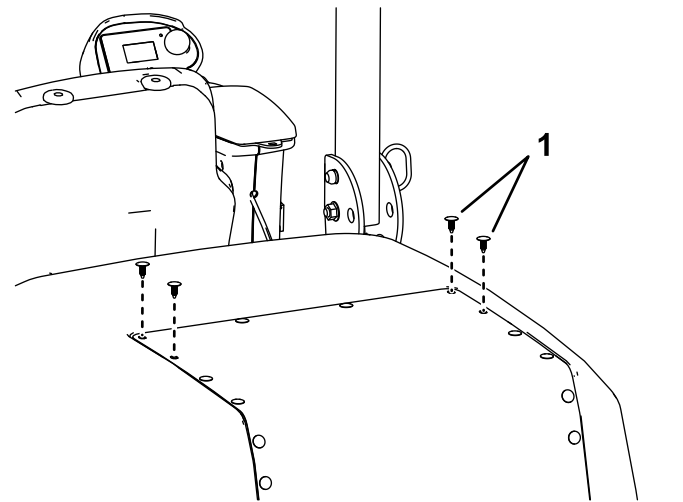

Figure 1
1. Retirez 4 rivets en plastique du capot, comme montré à la Figure 1.